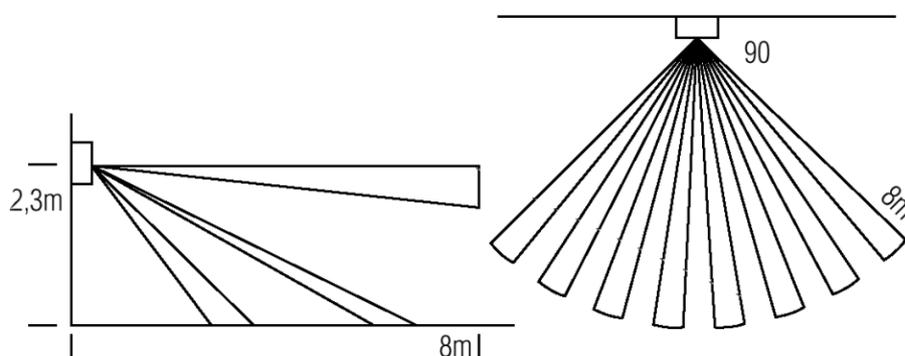

fig. 3
- Les détecteurs de mouvements réagissent aux sources de chaleur qui varient ; par ex. les mouvements de personnes dans leur domaine de réception (jusqu'à 8 m sur un angle de 90° pour une hauteur de montage idéale à 2,3 m, voir fig. 3).